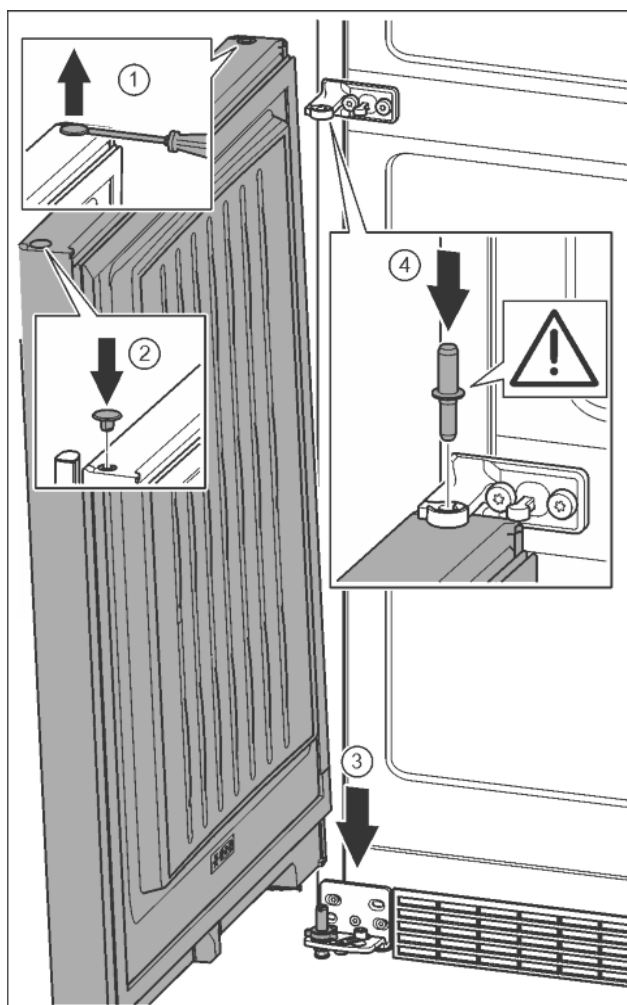

Fig. 23
- Осторожно приподнять шлицевой отверткой заглушку и извлечь ее. Fig. 23 (1)
- Заглушку снова вставить с другой стороны. Fig. 23 (2)
- Установить дверь сверху на нижний опорный палец. Fig. 23 (3)
- Вставить средний опорный палец через средний опорный кронштейн в нижнюю дверь. При этом следить за тем, чтобы выступ фиксатора был направлен назад. Fig. 23 (4)